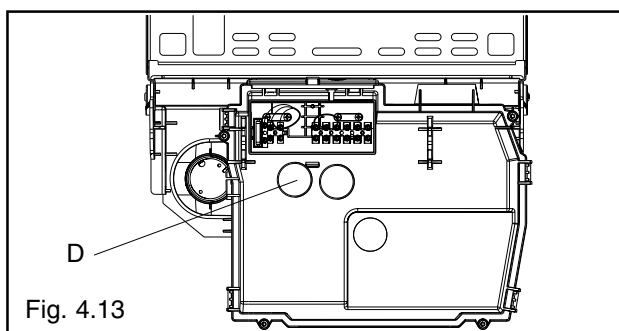

Fig. 4.13
- Togliere i tappi **D** in plastica (fig. 4.13) che rendono accessibili i jumper
- togliere il tappo **D** tirandolo verso di sé (fig. 4.13)
- riposizionare il tappo **D** (fig. 4.13)